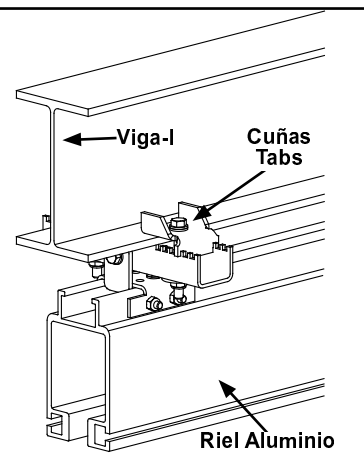

Figura 3-23
- Paso 4. Coloque las cuñas en la parte superior del patín inferior. Vea Figura 3-23.